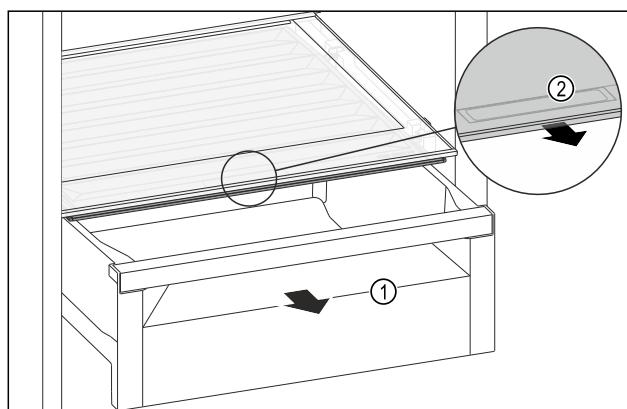

Fig. 137
- ▶ Изтеглете чекмеджето Fig. 137 (1).
- ▶ Хванете вдлъбнатия захват Fig. 137 (2) на капака на отделението и едновременно с това издърпайте напред капака на отделението.